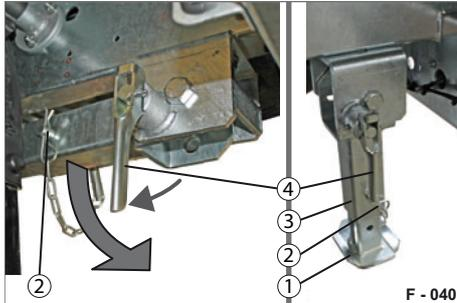

Abb. 51 Klappstütze ausgeklappt
▶ Ziehen Sie den Federriegel (Abb. 51/4) in die waagrechte Stellung.
Die Klappstütze (Abb. 51/3) ist entriegelt und klappt aus.
▶ Lassen Sie den Federriegel (Abb. 51/4) los.